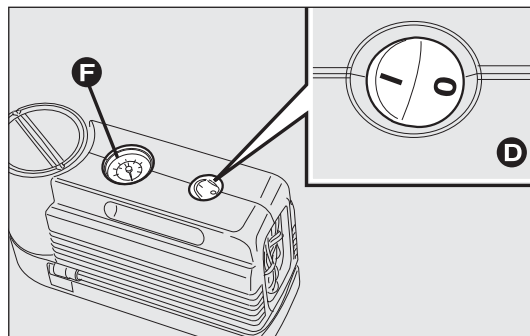
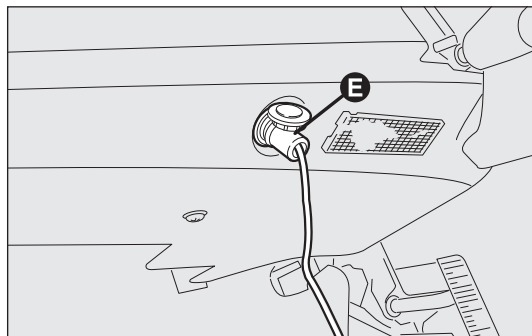

fig. 153
fig. 154
- ❑ asegúrese de que el interruptor D-fig. 153 del compresor esté en posición 0 (apagado), ponga en marcha el motor, conecte el enchufe E-fig. 154 en la toma de corriente más cercana y accione el compresor colocando el interruptor D-fig. 153 en posición I (encendido). Infle el neumático de acuerdo con la presión indicada en el apartado "Presiones de inflado", en el capítulo "Características técnicas".
Para obtener una lectura más precisa, se recomienda controlar el valor de la presión en el manómetro F-fig. 153 con el compresor apagado;